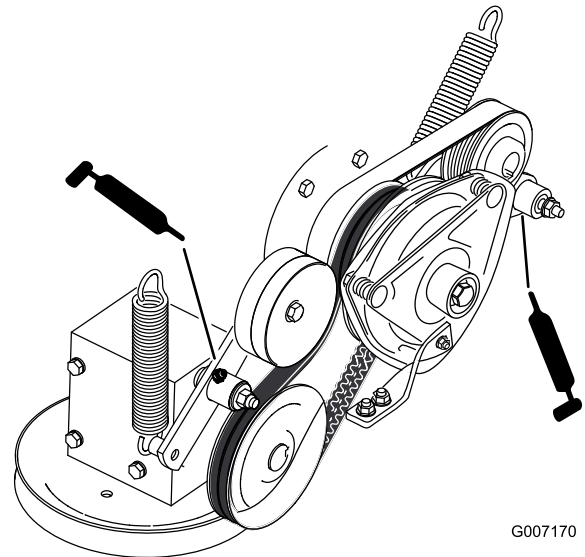

Bild 38
7. Schmieren Sie den Spannarm des Zapfwellenkeilriemens (Bild 38).
8. Schmieren Sie den Spannarm des Pumpenriemens (Bild 38).